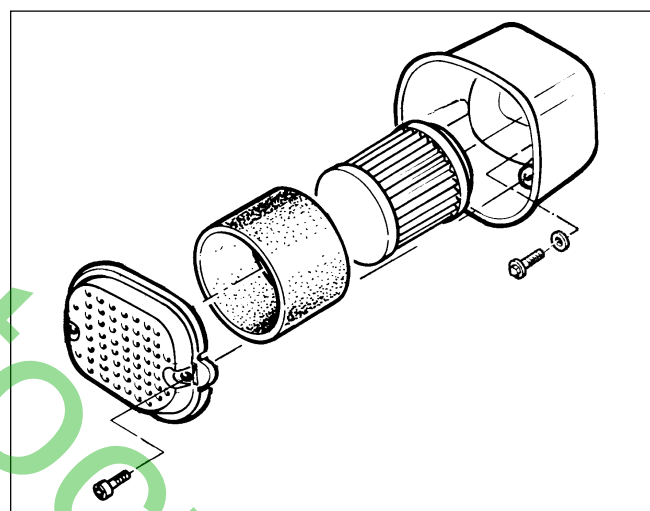

Fig. 12
Ce filtre consiste en une cartouche en papier et en un préfiltre en feutre monté sur celle-ci. Il peut être appliqué sur des moteurs à arbre horizontal (voir Fig. 12) et à arbre vertical (voir Fig. 13A et 13B).
- Dévisser les deux vis de fixation et déposer le couvercle filtre (voir Fig. 12)
- Remettre le couvercle et serrer à fond les vis de fixation (voir Fig. 12).